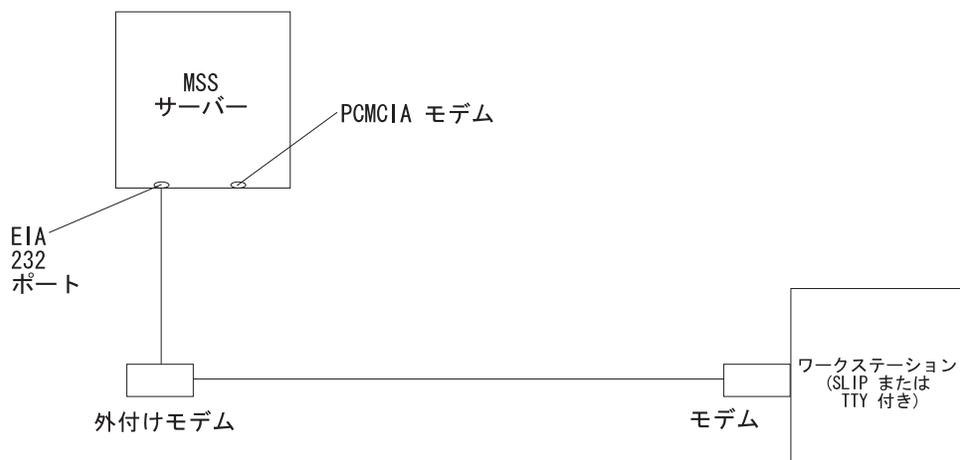

図2. EIA-232 ポートへのリモート・シリアル接続
- EIA-232 サービス・ポートに接続されたモデムを介したリモート接続 (10ページの図2 を参照)